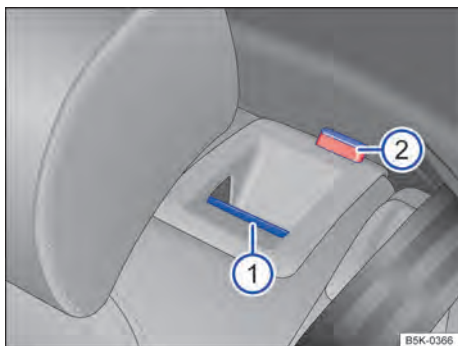

Fig. 68 No encosto do banco traseiro: botão de destravamento ❶, marcação vermelha ❷.
- Puxar o botão de destravamento → Fig. 68 ❶ para frente e, ao mesmo tempo, rebater o encosto do banco traseiro para frente.
- A respectiva parte de encosto do banco traseiro estará destravada quando a marcação vermelha → Fig. 68 ❷ estiver visível.
- A marcação vermelha → Fig. 68 ❷ não pode mais estar visível.